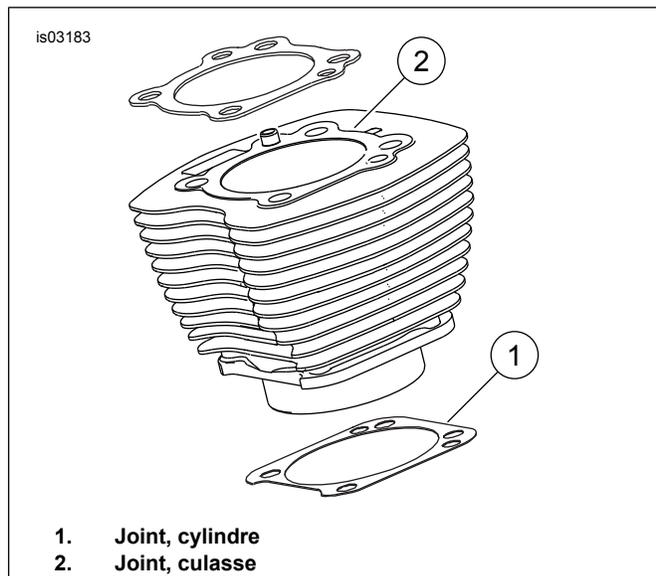

Figure 1. Joints de cylindre
Consultez Figure 1 . Le joint de cylindre de 4,060 po (1) et le joint de culasse (2) éliminent le besoin de joints toriques. Ne pas utiliser de joints toriques sur les doigts de positionnement de cylindre ou les embouts mâles de cylindre.